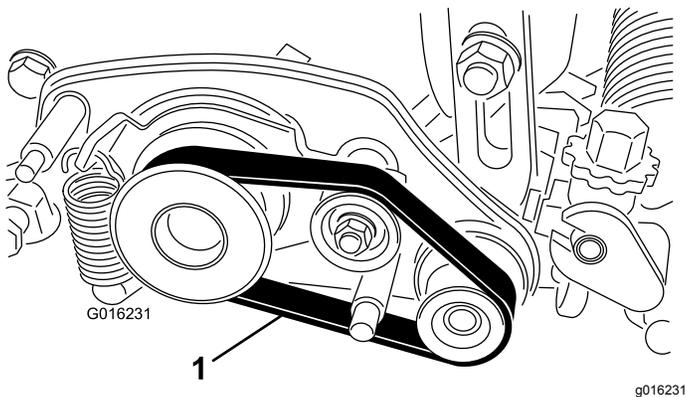

Figure 16
36. Acheminez la courroie sur la poulie d'entraînement, la poulie de tension et la poulie menée en l'acheminant comme illustré à la Figure 16.